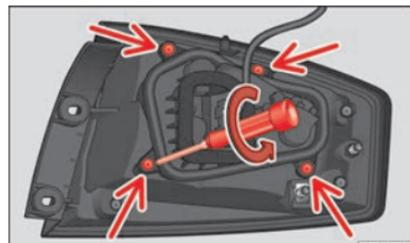

Fig. 100 Viti di fissaggio nella parte posteriore del faretto di coda
- Svitare le quattro viti di fissaggio del portalampada in senso antiorario con il cacciavite in dotazione o una chiave Torx 20 (T20) »» **fig. 100**. Fare attenzione a non perdere le viti di fissaggio del portalampada.